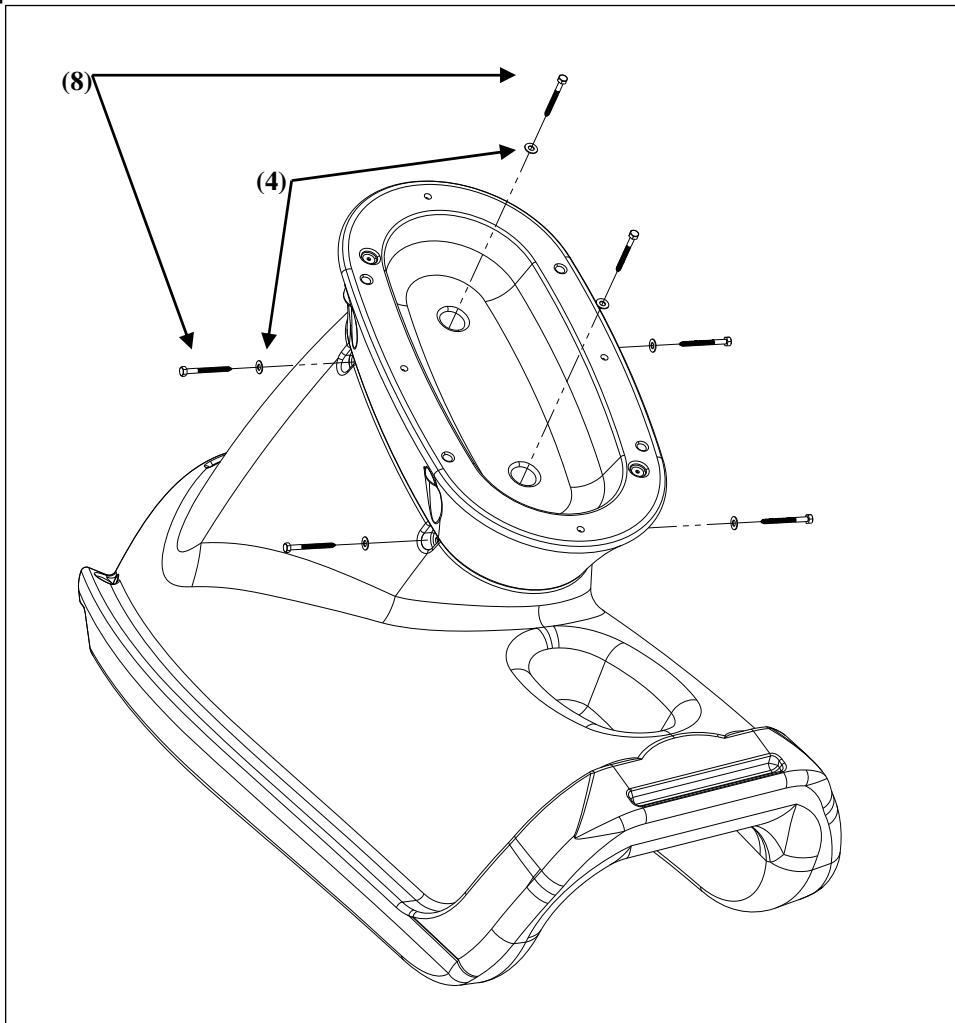

FIG. 4
1) Assemblez le pied à la section inférieure de la rampe comme l'illustre la Figure 4. Fixez le pied à la section inférieure de la rampe en insérant les deux tire-fonds dans les orifices situés dans la partie inférieure du pied.